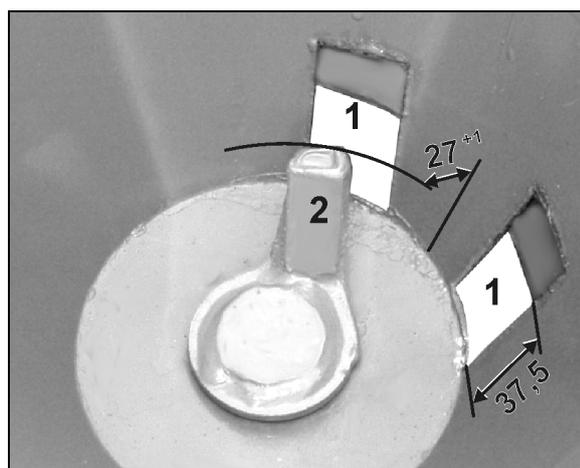

Fig. 25
3. Beide Auslassöffnungen müssen 37,5 mm geöffnet sein (Fig. 25).
Abstand zwischen Rührfinger und Trichterwand überprüfen. Der Rührfinger soll parallel zur Trichterwand stehen und einen Abstand von $27 +1$ mm abweisen (Fig. 25).
Abstand zwischen Rührfinger und Trichterwand überprüfen. Der Rührfinger soll parallel zur Trichterwand stehen und einen Abstand von 27+1 mm abweisen (Fig. 25).